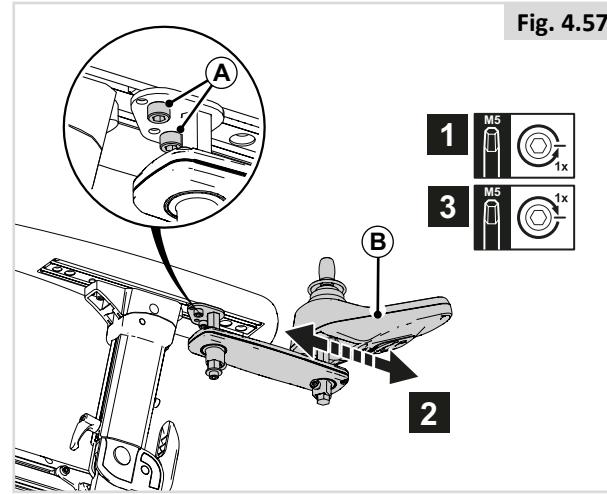

Fig. 4.58
1. Løsn (A) ved at dreje én omgang.
2. Justér (B) til den ønskede position.
3. Spænd (A).
Højde på betjeningsenhed (1) (Fig. 4.58)